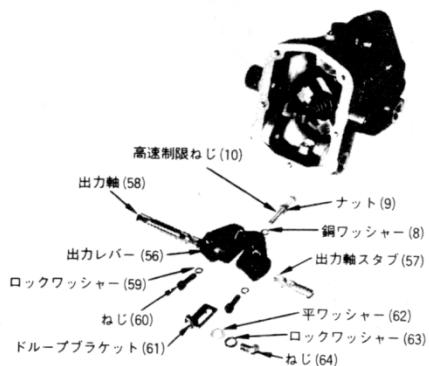

図 3-26. 出力レバー出力軸配列図
20. 速度ドループプラケット、出力レバー、出力軸をケースに組み込む。図 3-26、3-27 参照。